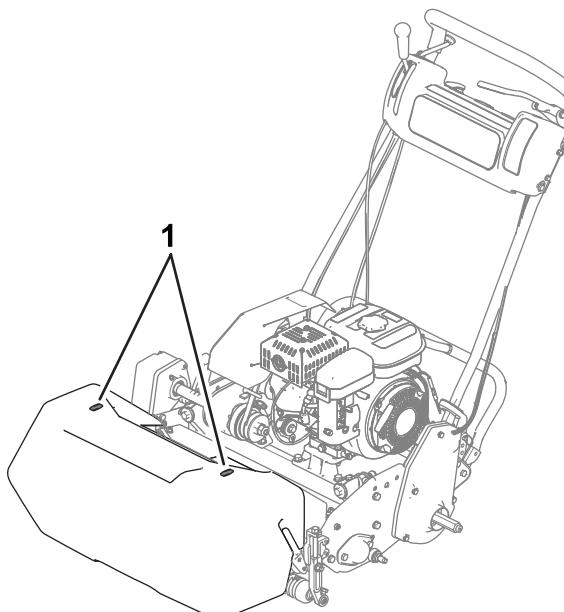

Figura 22
- Per realizzare una linea retta attraverso il green e mantenere la macchina equidistante dal bordo del taglio precedente, usate le strisce di allineamento previste sul cesto (Figura 22).